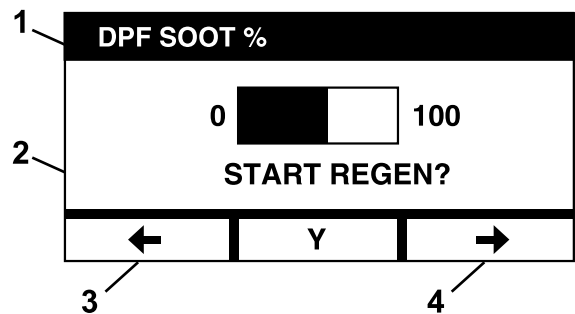

Figura 15
- E. Seleccione Y (sí) en la pantalla Start Regen? (¿Iniciar regeneración?) para confirmar el proceso de regeneración (Figura 15).